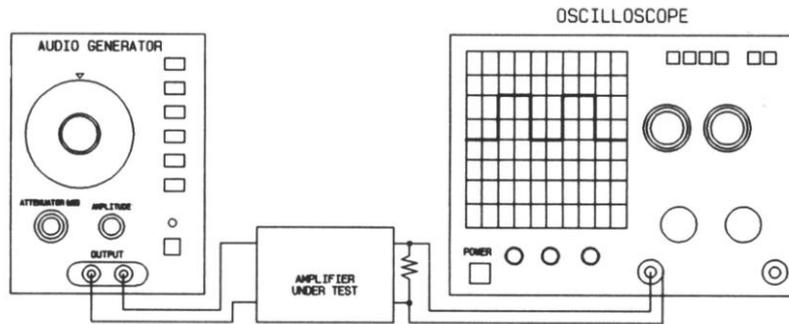

Рис.7
4.1 Подключите прибор, тестируемый усилитель и осциллограф, как показано на Рис. 7.